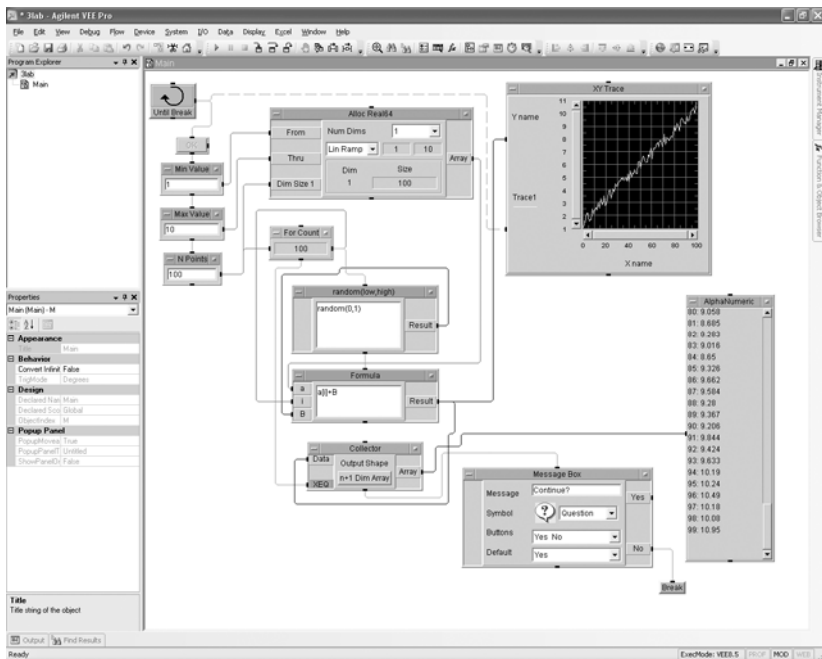

Рис. 3.8
7. Убедиться, что написанная программа аналогична программе, изображенной на рис. 3.8, и запустить ее. Убедиться, что программа работает без ошибок, проверив все функции программы. При возникновении ошибок исправить их, пользуясь вышеуказанным материалом.